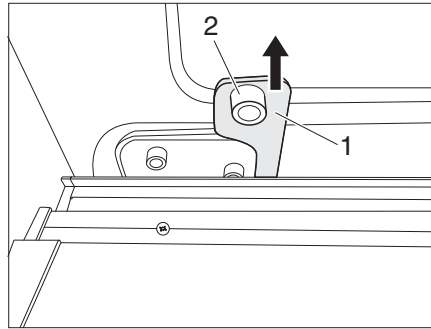

Fig. 24 Sbloccaggio di emergenza
- ▷ In caso di sbloccaggio di emergenza, agganciare la leva di sbloccaggio di emergenza (Fig. 24,1) sempre direttamente al perno di posizionamento. Altrimenti il veicolo può subire un danneggiamento a causa del braccio di guida abbassato.
- Tirare con forza la leva di sbloccaggio di emergenza (Fig. 24,1) verso l'alto e agganciarla direttamente al perno di posizionamento (Fig. 24,2). Ora la porta scorrevole è disaccoppiata e può essere aperta e chiusa soltanto manualmente.